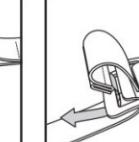

Рис. 6
- Шаг 4. Отрегулируйте длину лямки и поясного ремня и наплечных лямок. Зафиксируйте свободные концы (рис.6, 8, 9)
- Шаг 5. Застегните и отрегулируйте набедренные лямки. Зафиксируйте свободные концы лямок фиксирующими петлями (рис.6, 8, 9)